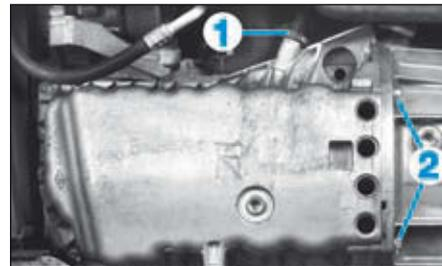

FIG.15
- Débrancher le tuyau de réaspiration des vapeurs d'huile (1) du carter inférieur (Fig.15).
- les vis (2) du carter d'huile sur la boîte de vitesses,